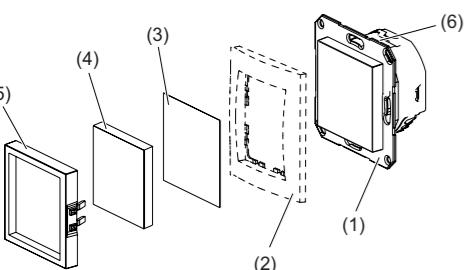
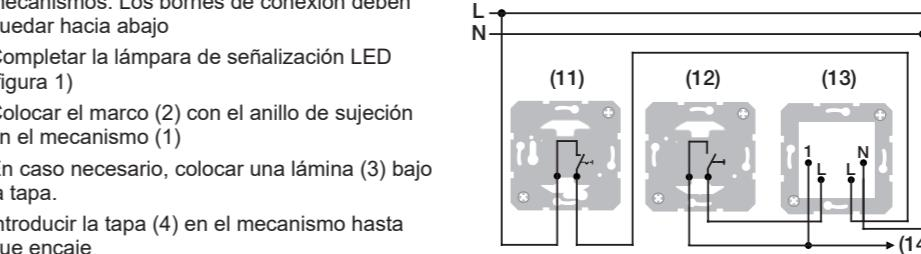

Figura 1
Figura 2: ejemplo de conexión para lámpara de señalización LED, iluminación blanca
- Conectar la lámpara de señalización LED con interruptor de apagado o inversor (7) (figura 2).
- Montar el mecanismo (8) en una caja portamecanismos. Los bornes de conexión deben quedar hacia abajo
- Completar la lámpara de señalización LED (figura 1)
- Colocar el marco (2) con el anillo de sujeción en el mecanismo (1)
- En caso necesario, colocar una lámina (3) bajo la tapa.
- Introducir la tapa (4) en el mecanismo hasta que encaje
- Encargar la pieza central (5)
- Montar el mecanismo (10) en una caja portamecanismos. Los bornes de conexión deben quedar hacia abajo.
- Completar la lámpara de señalización LED (figura 1).
- Colocar el marco (2) con el anillo de sujeción en el mecanismo (1).
- Introducir la tapa (4) en el mecanismo hasta que encaje.
- Encargar la pieza central (5).